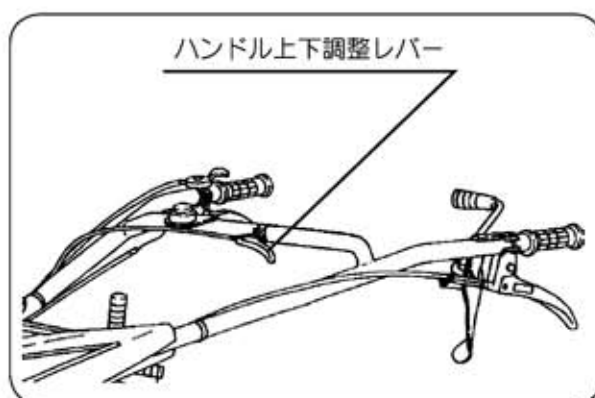

図25
①ハンドル上下調節レバーを握りますとハンドルの高さを調整できます。作業及び身長に合った位置で使用ください。(図25)